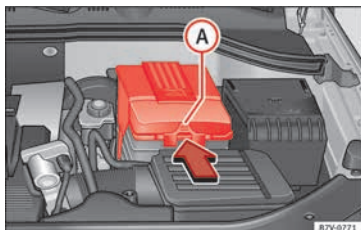

Fig. 249 En el vano motor: retire la tapa de la batería del vehículo.
- *En el caso de una tapa:* presione la lengüeta » **fig. 249 A** en el sentido que indica la flecha y retire hacia arriba la cubierta.